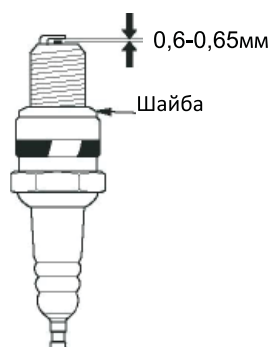

Рис.6
4. Измерьте зазор между электродами свечи специальным щупом. Зазор должен быть 0,6-0,65 мм. (Рис.6) При увеличении или уменьшении требуемого зазора рекомендуется заменить свечу, так как регулировка зазора может привести к изменению качества искрообразования.